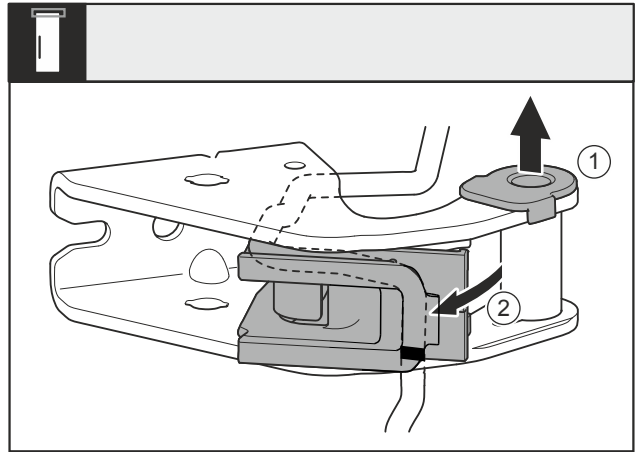

Fig. 27
- Extrageţi cuzinetul Fig. 27 (1) din ghidaj.
- Rabataţi suportul de cablu Fig. 27 (2) spre exterior.